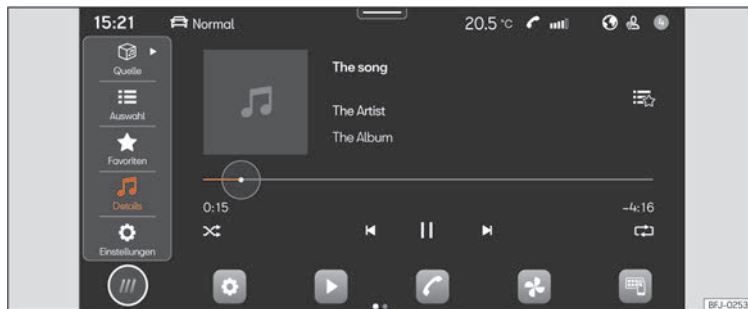

Abb. 133 Schematische Darstellung: Ansicht Medien.
- Drücken Sie **HOME** > ► ► ► (Abb. 133).